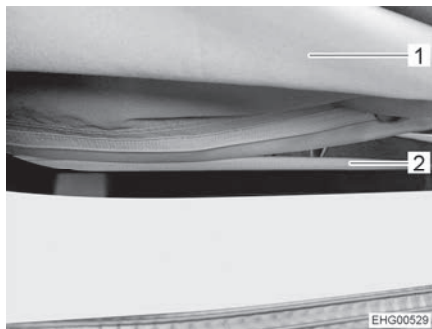

Fig. 89 Cremallera
- Abrir la cremallera (Fig. 89,2) en la parte inferior del fuelle (Fig. 89,1) completamente.